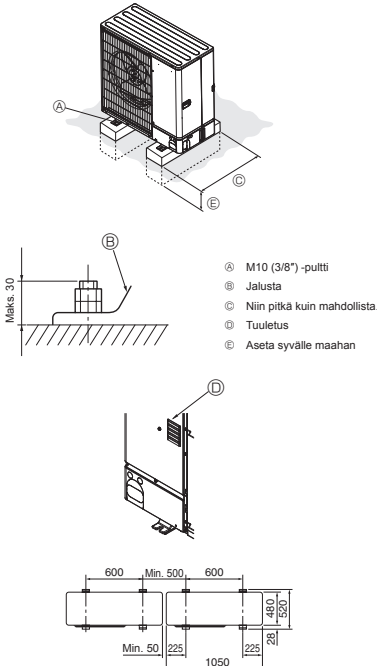

Fig. 3-1
- Asenna yksikkö tukevalle ja vaakasuoralle alustalle estääksesi kolisevan äänen käytön aikana. (Fig. 3-1)